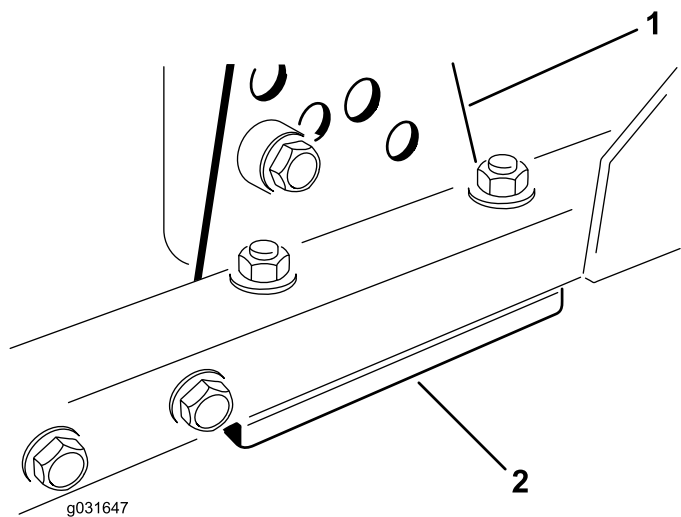

Рисунок 68
1. Снимите кронштейн высоты скашивания (передний, левый или правый) с рамы деки (Рисунок 68).
2. Установите регулировочные прокладки толщиной 1,5 мм и/или 0,7 мм между рамой деки и кронштейном, чтобы получить необходимую настройку высоты (Рисунок 68).
3. Установите кронштейн высоты скашивания на раму деки, используя оставшиеся прокладки, установленные под кронштейном высоты скашивания (Рисунок 68).